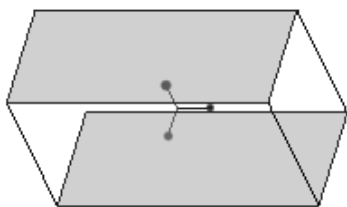

图 6-107 选择两个曲面
- 2) 结合〈Ctrl〉键选择所需要的两个曲面（上顶面和底面），如图 6-107 所示。